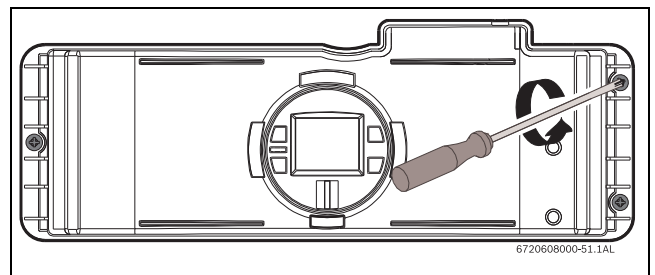
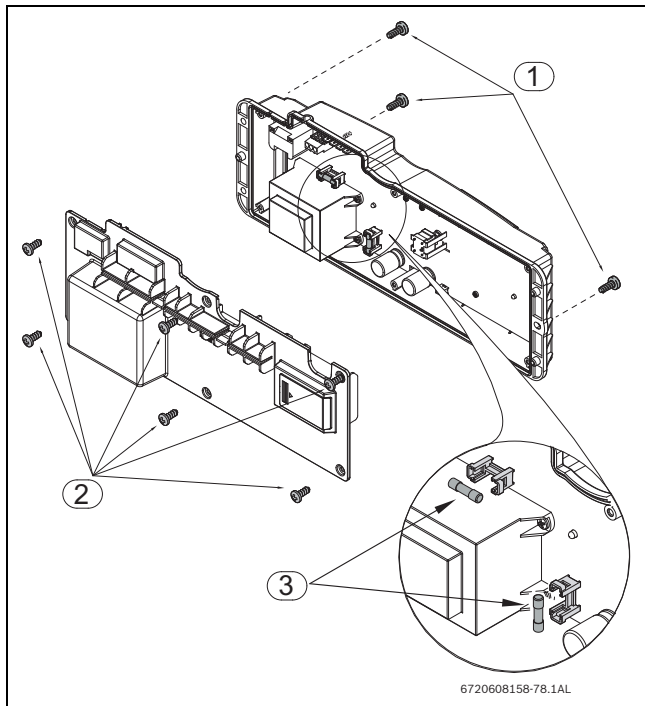

Рис. 46
Рис. 47 Місця розташування запобіжників
- ▶ Відгвинтіть три гвинти на електронному блоці (Рис. 46 е Рис. 47, поз. 1).
- ▶ Відгвинтіть шість гвинтів на задній кришці електронного блоку, див. Рис. 47, поз. 2.
- ▶ Перевірте запобіжники на друкованій платі, див. Рис. 47, поз. 3.
- ▶ Після перевірки запобіжників, встановіть всі деталі у зворотному до зняття порядку (Рис. 47, поз. 3).